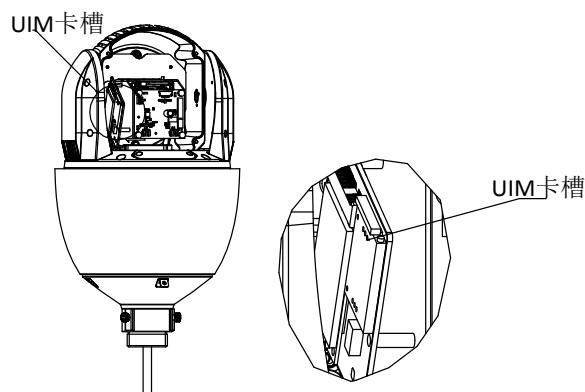

图1-5 UIM 卡槽位置
- UIM 卡槽位置如图 1-5 所示, 安装 UIM 卡时请先将卡槽盖向内滑动, 打开卡槽盖插入 UIM 卡, 合上卡槽盖后并向外滑动卡槽盖以便固定 UIM 卡。